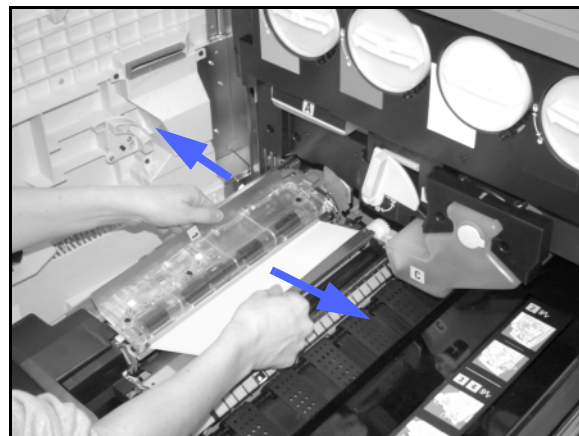

Figura 10: Área 1 na Área de registro
- 4 Na Área de registro, levante o defletor marcado com 1 e remova com cuidado o papel engasgado, conforme ilustrado na Figura 10. Pressione delicadamente o defletor de volta ao lugar.